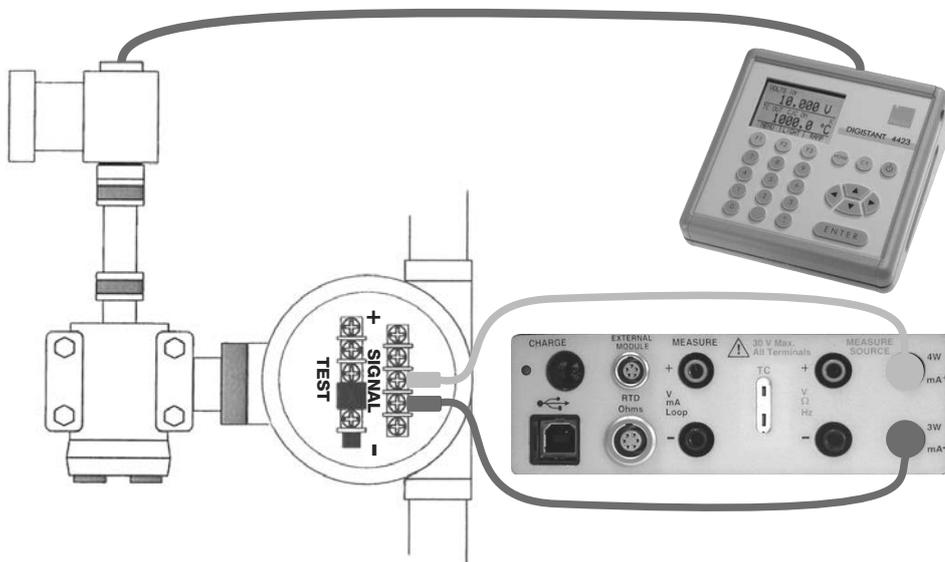

Abbildung 20: Kalibrieren eines I/P-Umformers
- Schließen Sie den Kalibrator an das Gerät an (siehe Abbildung 20)